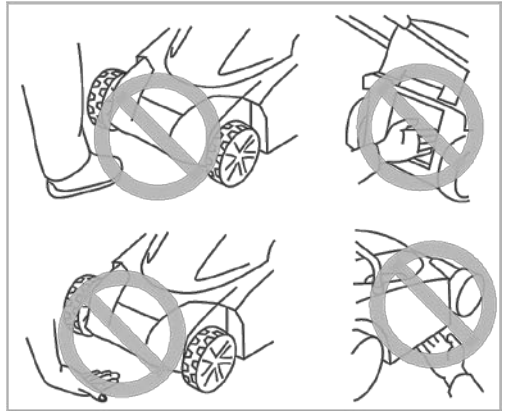

Рисунок 1
1.1.17 Не розташуйте руки або ноги біля частин або під частинами, що обертаються (дивіться рисунок 1).